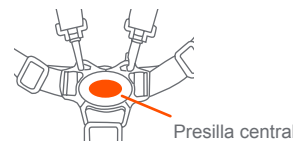

Fig. 17
- Para soltarlas, presione el Botón en la presilla central para destrabar las dos Hebillas del Arnés (Fig. 17).